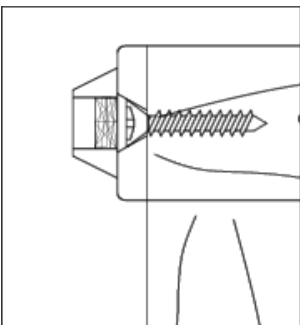

Figure 1
- Utiliser une mèche de 3/32 po pour percer des avant-trous dans le meuble sur les « marques des vis ». Utiliser les DEUX (2) vis courtes pour fixer le support de montage côté meuble. Ce support de montage peut être installé à la verticale ou à l'horizontale, au besoin (voir la Figure 1).